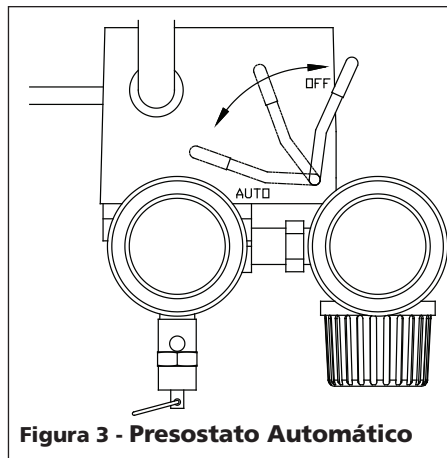

Figura 3 - Presostato Automático
- **Presostato** - Automático (Figura 3) - En la posición AUTO el compresor se apaga automáticamente cuando la presión del tanque alcanza el nivel máximo fijado en la fábrica. En la posición OFF, el compresor no funcionará. El presostato debe colocarse en OFF para conectar o desconectar el cordón eléctrico del tomacorrientes o para cambiar la herramienta neumática.